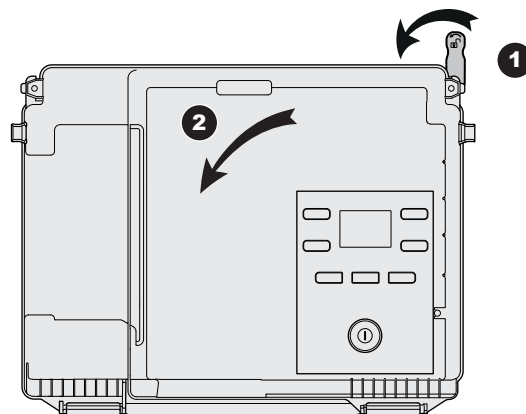

fig. 26 - Apertura del pannello elettrico
- Sbloccare per abbassare il pannello elettrico (1/2 fig. 26).